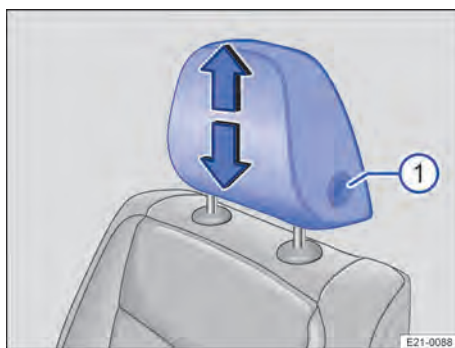

Abb. 75 Erste Sitzreihe: Kopfstütze einstellen.
1. Kopfstütze bei gedrückter Taste → Abb. 75 ① nach oben oder unten schieben.